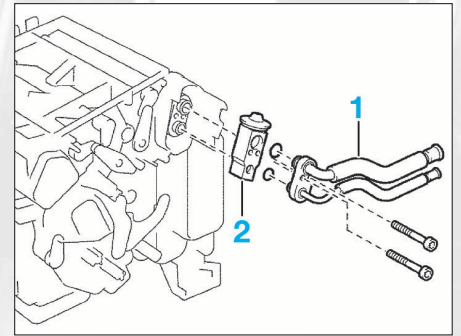

FIG. 17
- les canalisations (1) et le détendeur (2) (fig. 17).